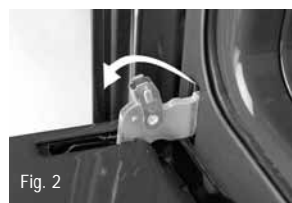

Fig. 2
2. Soulevez les deux manettes d'arrêt de la charnière jusqu'à la butée (voir fig. 2).